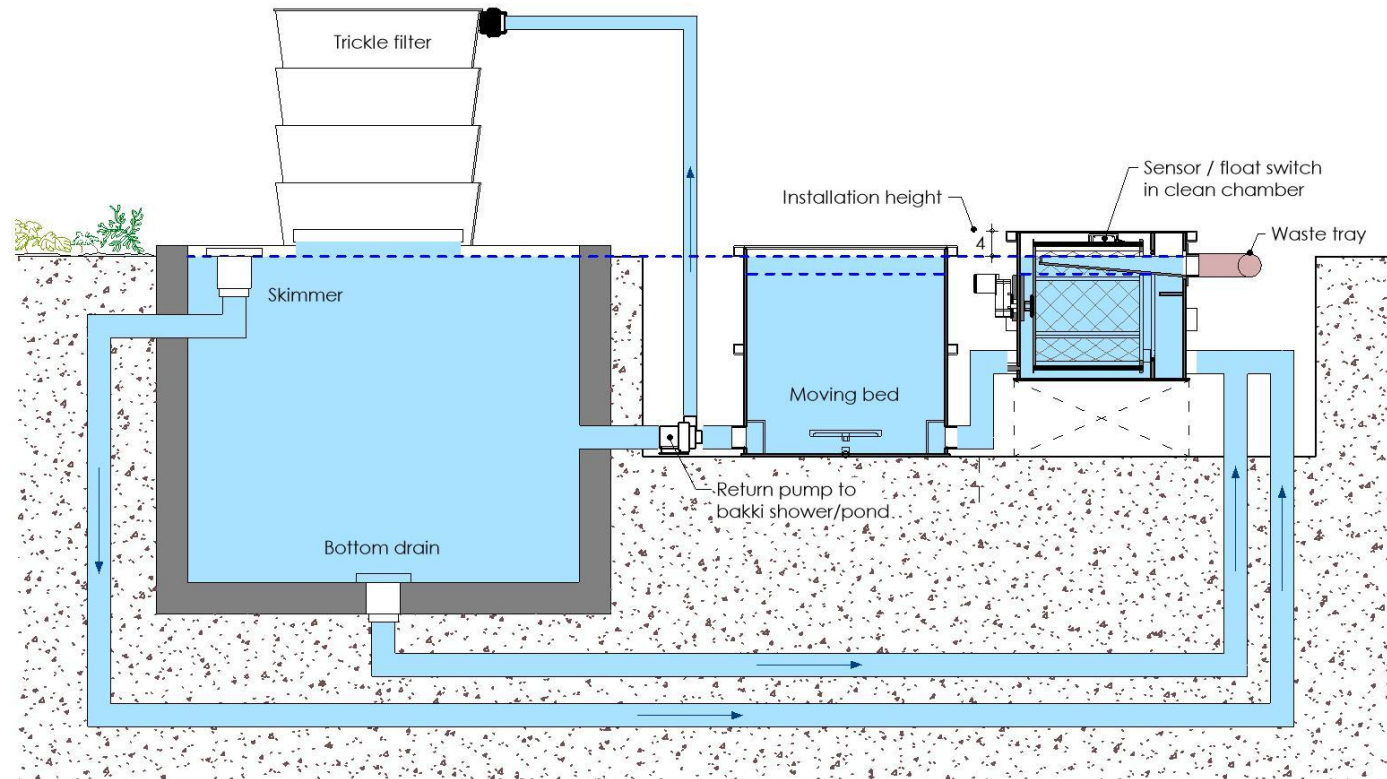

Abb. 3.1 Schema Aufstellung Trommelfilter
- Der Filter muss das Maß der Einbauhöhe (abb. 3.1) oberhalb des Wasserniveaus ausgestellt werden.